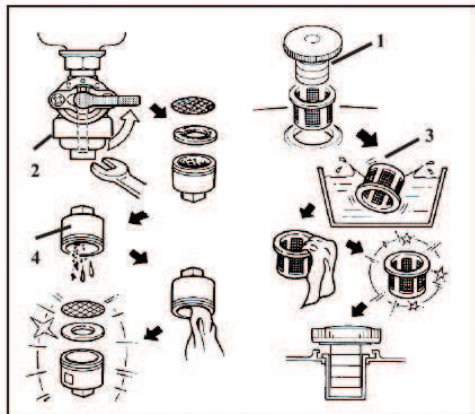

рис.4
6.4.1 Снимите крышку топливного бака 1 (рис.4) и колпачок крана подачи топлива 2 (рис.4), стараясь не повредить уплотнения. Слейте остатки топлива во вспомогательную ёмкость.
6.4.2 Удалите загрязнения с фильтров 3 и 4 (рис.4) промыванием в лёгком растворителе (типа №646, Уайт-Спирит) и продувкой. Высушите фильтры и установите их на место.